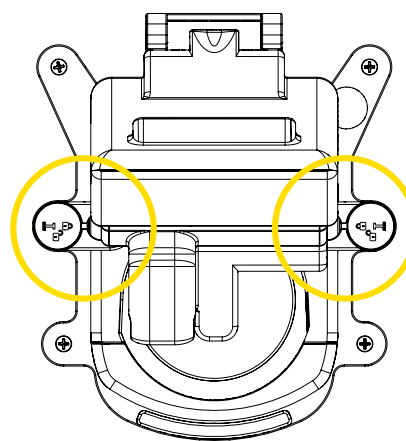

Figure 10: Verrouillage du support de fixation avec micro disque inférieur (vue du dessus)
3. Tourner le verrou rotatif gauche dans le sens antihoraire et le verrou rotatif droit dans le sens horaire d'un quart de tour, jusqu'à la position verrouillée  pour sécuriser l'appareil médical dans le support de fixation (Figure 10).